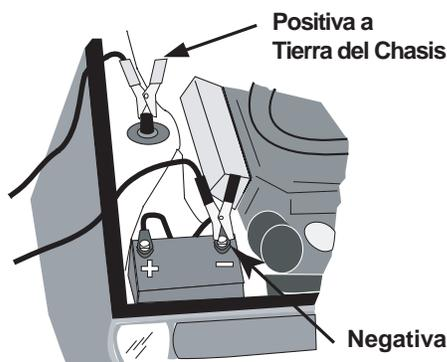

Figura B.4. Tierra Positiva
2. Conecte la pinza NEGATIVA (negra) del cargador de la batería a la parte metálica de calibre pesado del chasis del vehículo o bloque del motor, lejos de la batería. **NO** conecte la pinza NEGATIVA (N) (negra) del cargador a la terminal NEGATIVA de la batería, carburador, líneas de combustible o partes de la carrocería de lámina metálica.
b. Vehículos de tierra positiva (Vea la Figura B.4).